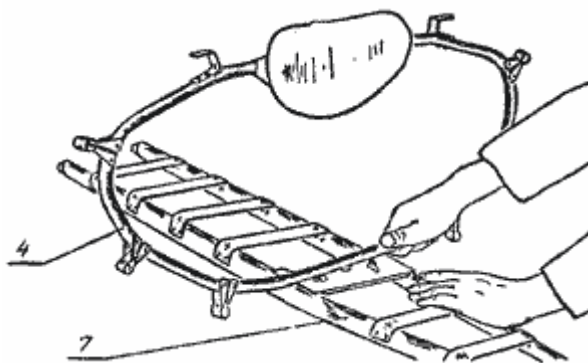

Рисунок 5. Установка шпангоута № 2 на кильсон.
Установите на пластине носового кильсона (7) шпангоут №2 (4). При установке шпангоута №2 (следите за тем, чтобы спинка смотрела вперед) на пластину кильсона заведите один из нижних фиксаторов шпангоута в отверстие с поперечным пазом так, чтобы проточка фиксатора вошла в паз, но не до упора, приподнимите шпангоут так, чтобы зазор между вторым нижним его фиксатором и плоскостью пластины был не более 1 мм. Затем, вращая шпангоут на первом фиксаторе, заведите второй фиксатор в отверстие продольного паза так, чтобы проточка фиксатора находилась в продольном пазе, и задвиньте шпангоут до упора (рисунок 5).